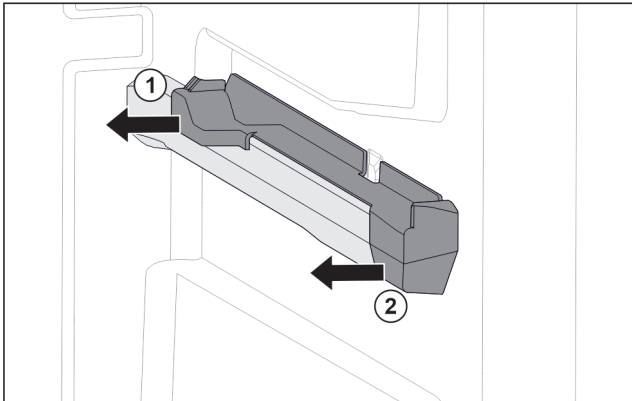

Fig. 35 Insteekkelement op rechter containerrib
- ▶ Insteekkelement onder achter grijpen. Fig. 35 (1)
- ▶ Insteekkelement achter naar de zijkant toe eraf trekken. Fig. 35 (1)
- ▶ Insteekkelement voor naar de zijkant toe eraf trekken. Fig. 35 (2)